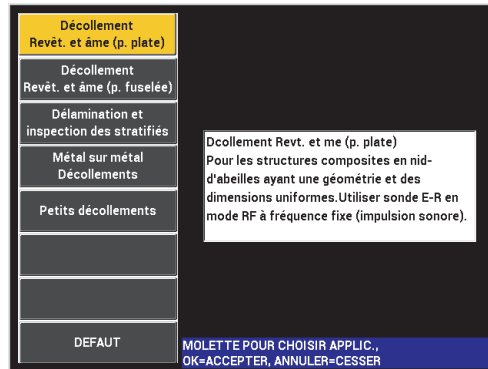
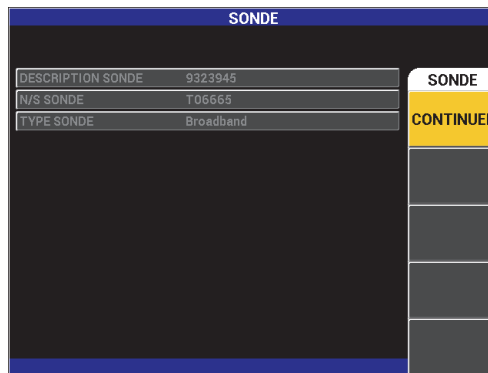
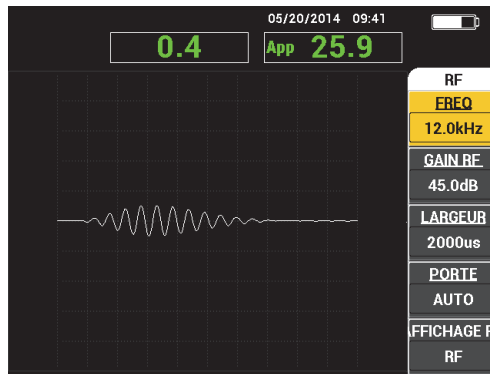

Figure 3-2 Choix d'application dans le menu de configuration rapide
Figure 3-3 Écran d'identification PowerLink
Figure 3-4 Écran d'inspection principal
- Lorsqu'aucune sonde n'est connectée à l'appareil, ou si la sonde connectée est standard (sans connectivité PowerLink), le premier écran affiché par le logiciel BondMaster 600 est celui du mode de configuration rapide de l'application (voir la Figure 3-2 à la page 62). Sélectionnez une application parmi les applications de base de ce menu pour configurer automatiquement les réglages appropriés.
d'identification PowerLink (voir la Figure 3-3 à la page 62) qui vous permet de configurer automatiquement ce type de sonde.
- ◆ Lorsqu'une sonde PowerLink est connectée et que l'écran d'identification PowerLink s'affiche (voir la Figure 3-3 à la page 62), chargez le programme stocké dans la sonde pour configurer automatiquement le BondMaster 600 en appuyant sur la touche A.
L'écran d'inspection principal s'affiche une fois que les premières étapes du menu de configuration rapide ou du menu PowerLink sont complétées (voir la Figure 3-4 à la page 64).
La Figure 3-4 à la page 64 illustre un exemple type de l'écran d'inspection principal. Son aspect peut varier, selon l'application choisie ou le programme PowerLink chargé (voir la Figure 3-2 à la page 62 et la Figure 3-3 à la page 62).